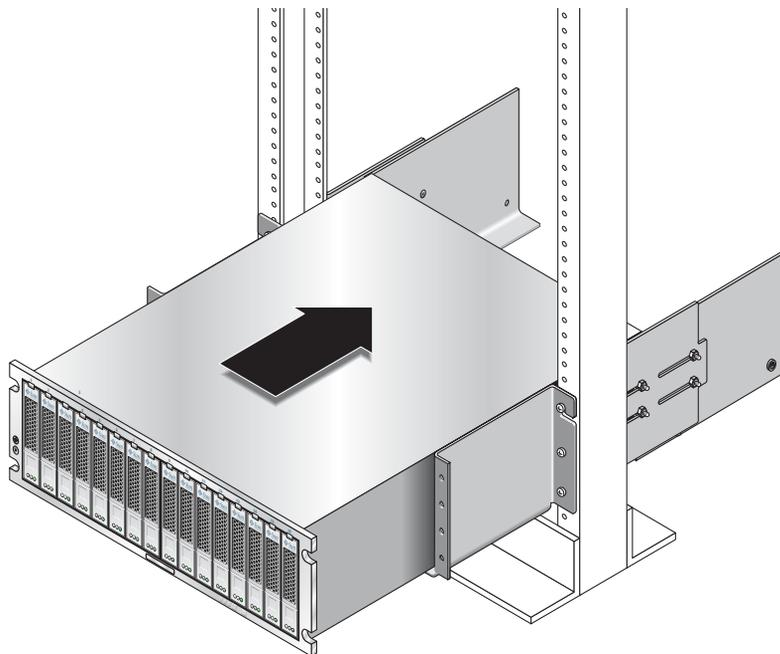

図 C-6 ラックへのトレイのスライド
3. トレイの正面ベゼルが両側のレールの縁と接するまで、ラック搭載用レール上でトレイをスライドさせます (図 C-6)。